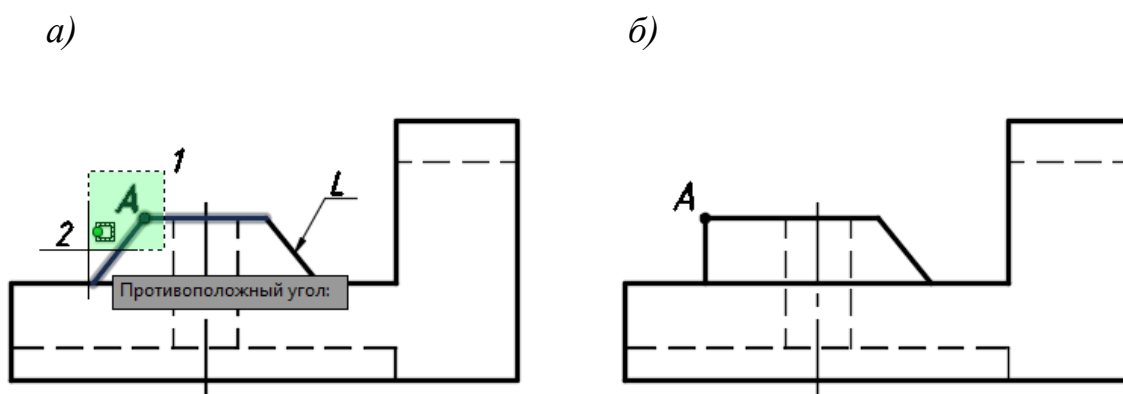

Рис. 4.10
Указать точки (1) и (2) Секущей рамки справа налево (рис.4.10, а)
Вторая точка: указать новое положение точки **A** (рис. 4.10, б)